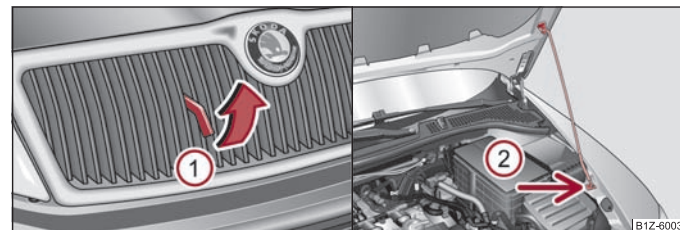

Fig. 13 Rejilla del radiador: Palanca de desbloqueo/seguro del capó con la varilla de sujeción
- Tire de la palanca de desbloqueo en la dirección de la flecha (1) ⇒ fig. 13 para desbloquear el capó.
- Retire la varilla de sujeción de la fijación y colóquela en la abertura (2) en el capó. ►